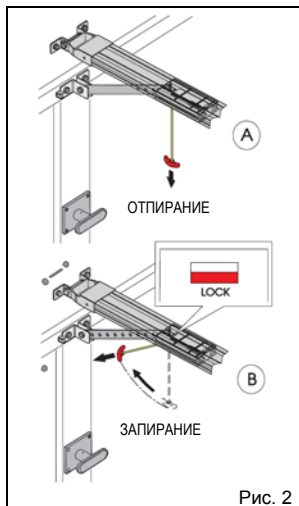

Рис. 2
- Задействовать механизм отпирания, потянув вниз за наконечник тросика (рис. 2, поз. А).
- Чтобы восстановить блокировку, следует потянуть за наконечник в направлении ворот, так чтобы тросик располагался горизонтально (рис. 2, поз. В). После отпущения тросика под кареткой должен появиться красный флажок "LOCK".